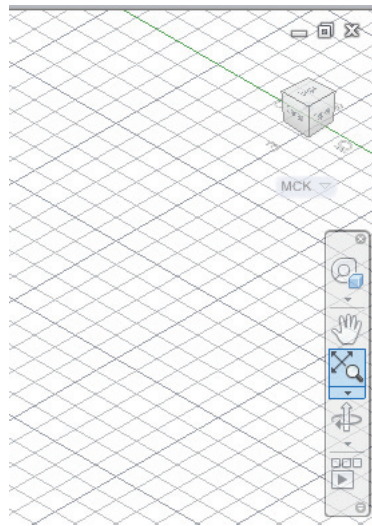

Рис. 160. Видовой куб, Компас и панель инструментов Навигация
- ◆ щелчком по грани или углу Видового куба (рис. 160).
Видовой куб расположен в правом верхнем углу рабочей зоны чертежа. Под видовым кубом располагается Компас и панель инструментов Навигация (см. рис. 160).